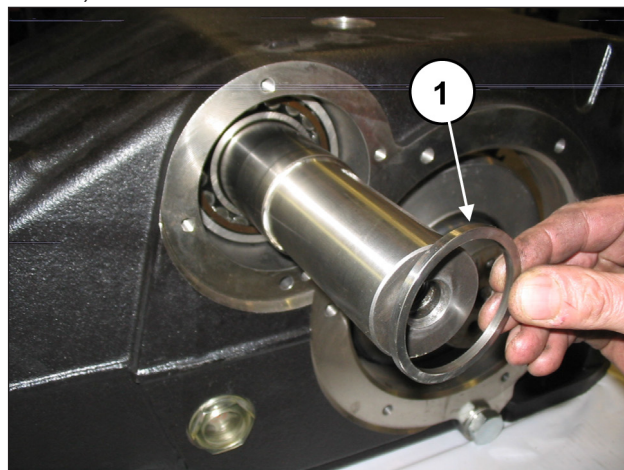
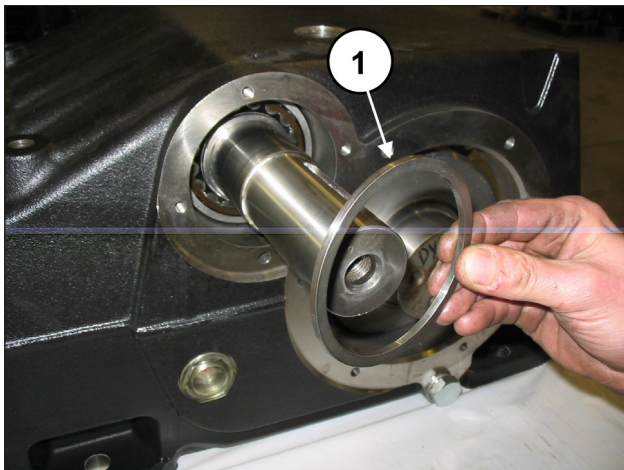

Abb. 60
Abb. 61
Setzen Sie auf beiden Seite den inneren Distanzring des Lagers (Pos. ①, Abb. 60) und den Außenring ein (Pos. ①, Abb. 61).